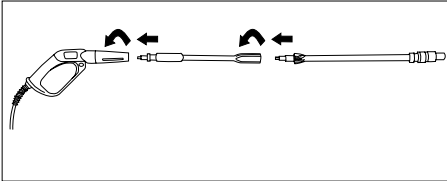

Figure 4 - Branchement de Pistolet/Lance
- 1. Introduire la lance dans le pistolet et tourner au sens des aiguilles d'une montre à l'arrêt positif tel qu'indiqué sur la Figure 4.